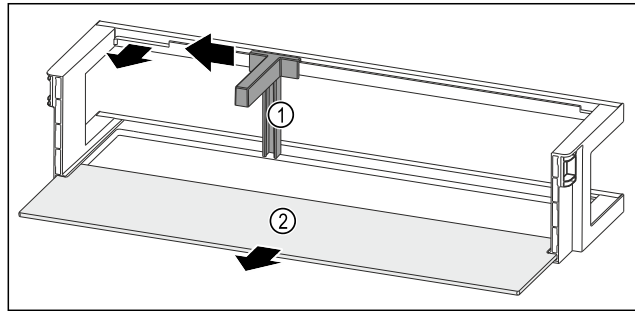

Fig. 96 Balconnet de contre-porte avec porte-bouteilles et tablette de rangement
- Pousser le porte-bouteilles Fig. 96 (1) sur le côté jusqu'à l'évidement.
- Retirer le porte-bouteilles Fig. 96 (1).
- Retirer la tablette de rangement Fig. 96 (2).